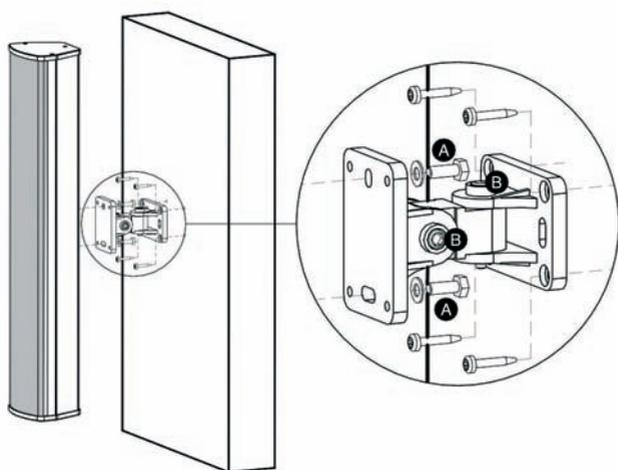

Fig. 1 - Installazione a parete
Il diffusore può essere impiegato sia in ambienti chiusi che all'aperto. Il supporto snodabile fornito in dotazione permette l'installazione della colonna sonora a parete (fig. 1).
2. Utilizzando le 2 viti con rondelle **(A)** (fig. 1) fornite in dotazione, fissare la colonna sonora al supporto snodabile: avvitare le 2 viti **(A)** nei due dadi presenti all'interno della scanalatura posteriore del diffusore; I dadi possono scorrere nella scanalatura, in modo da poter posizionare la colonna sonora in modo ottimale. Serrare definitivamente le viti **(A)** al termine dell'operazione.
3. Sfruttando i due snodi **(B)** (fig. 1) del supporto, orientare il diffusore nella direzione desiderata, e tramite l'apposita chiave a brugola serrare i due snodi al termine dell'operazione.